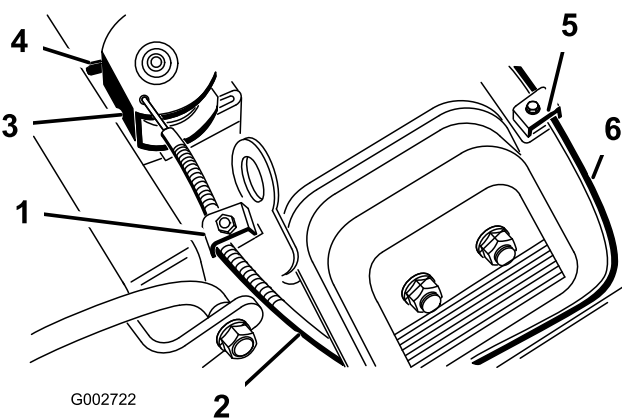

図 40
2. スロットルケーブルをエンジンに固定しているクランプのねじをゆるめる 図 40。
4. スロットルケーブルを十分に引いて、スイベルの後部をストップに接触させる 図 40。
2. チョークケーブルをエンジンに固定しているクランプのねじをゆるめる 図 40。
4. チョークケーブル 図 40 を十分に引いてチョークを完全に閉じ、その位置でクランプのねじを締める。